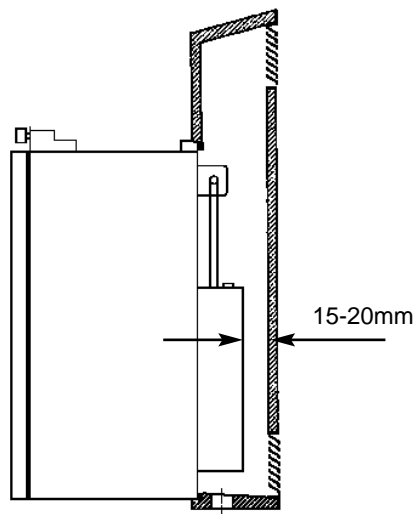
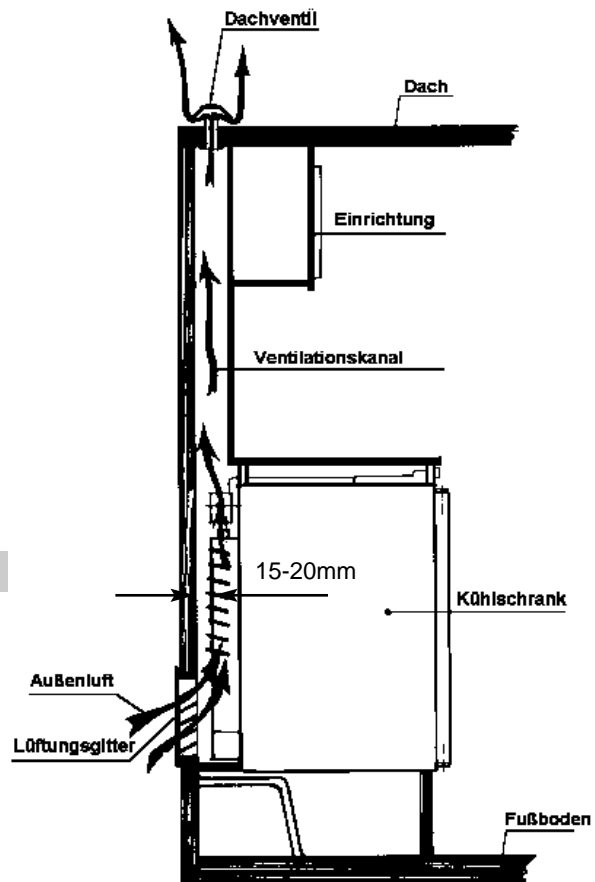

Abb. 1 Belüftungsvariante mit Stufe
Abb. 2 Belüftungsvariante mit Kamin
Wird das Gerät auf der Seite der Eingangstür eingebaut, so dürfen die Lüftungsgitter nicht durch die aufstehende Wohnwagentür zugedeckt werden (s. Abb.1) !
Der Heckeinbau führt oftmals zu einer ungünstigen Einbausituation, da eine optimale Be- und Entlüftung nicht immer gewährleistet ist (z.B. wird das untere Lüftungsgitter durch die Stoßstange oder Rückleuchten des Fahrzeuges verdeckt, (Abb. 2)! Die maximale Kühlleistung des Aggregates ist effektiv nicht verfügbar.
Abb.1 und Abb.2 zeigen Belüftungssituationen, die eine gute Be- und Entlüftung des Absorberaggregates ermöglichen.
**Abb.1** zeigt eine hochgesetzte Entlüftungsöffnung.
**Abb.2** zeigt die Entlüftung als Kamin ausgebaut.
Die Belüftungsvariante mit Kamin (Abb.2) weist die größte Leistungsfähigkeit auf, wenn die Dachöffnung ausreichend groß (min. 200 cm2) ist oder ein Dachventilator eingesetzt wird. Wir empfehlen unseren Standard Entlüfter **GY11**, geregelt über einen Thermo- schalter.